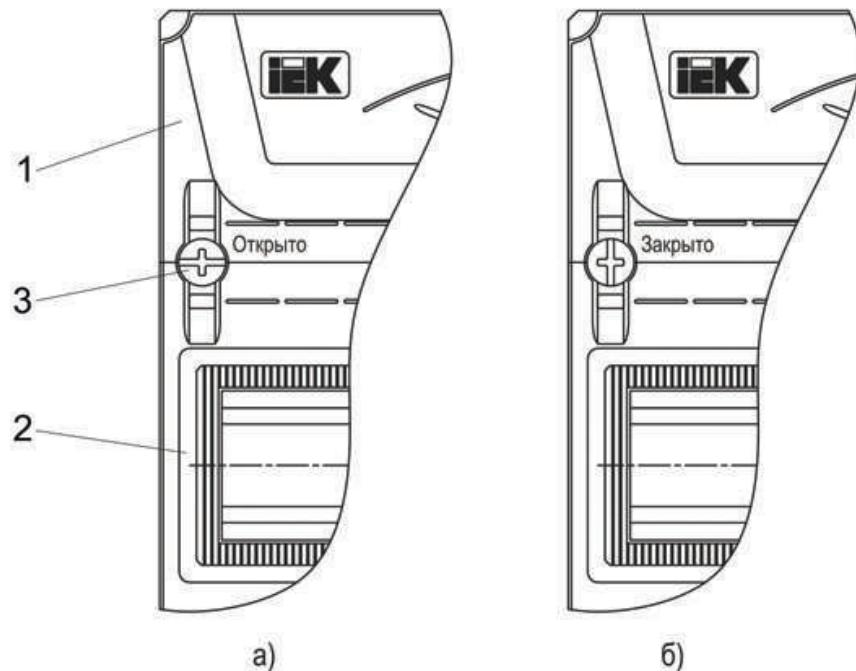

Рисунок 2 – Оперативная панель
4.4 Оперативная панель выполнена сборной, состоящей из торцевых (1) и линейных (2) модулей и крепёжных клипс (3) (рисунок 2). На линейных модулях имеются окна для выхода модульной электроаппаратуры, в нижнее окно установлена заглушка (только для корпусов с двумя и более окнами).
6.1 Открыть дверь корпуса и посредством отвёртки повернуть крепёжные клипсы на оперативной панели на угол 90° (шлиф на головке клипсы должен встать параллельно Т-образной направляющей TH35-7,5 (ГОСТ IEC 60715), при этом панель отщёлкнется со стоек, и её можно снять (рисунок 2а). Торцевым гаечным ключом на 10 мм открутить гайки и демонтировать из оболочки монтажную раму.
6.5 Установить оперативную панель. Для этого повернуть крепёжные клипсы таким образом, чтобы шлиф на головке встал перпендикулярно Т-образной направляющей TH35-7,5 (ГОСТ IEC 60715), и надавить на них, при этом панель защелкнётся в стойке (рисунок 2б). Не использованные под электроаппараты окна на оперативной панели закрыть заглушками.